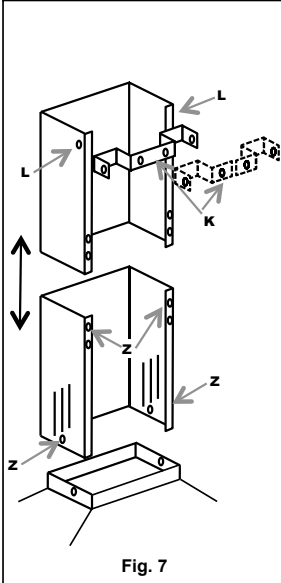

Fig. 7
• **MONTAJE DE LAS CHIMENEAS (fig. 7):**